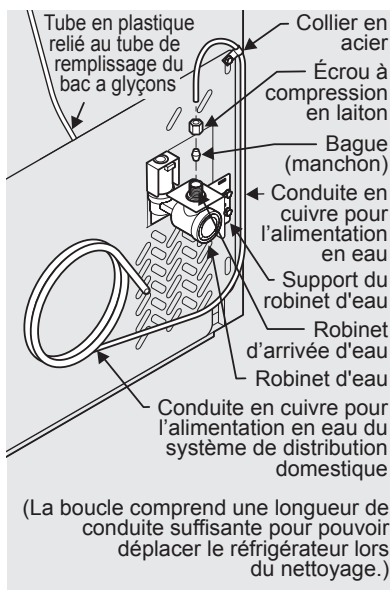

Figure 1
- 2 Mettez les capuchons d'extrémité de la poignée du congélateur sur les boulons à épaulement supérieurs et inférieurs préinstallés (A) qui sont fixés dans la porte, en vous assurant que les trous des vis de réglage sont vis-à-vis de la porte du réfrigérateur. (Reportez-vous à la figure 1.)
- 3 Tout en maintenant fermement la poignée contre la porte, fixez les vis de réglage Allen supérieures et inférieures (B) au moyen d'une clé hexagonale. (Reportez-vous à la figure 1.)
l'entrée du robinet de prise d'eau aussi loin que possible (6,4 mm / ¼ po). Glissez la bague d'extrémité (manchon) dans l'entrée du robinet et serrez l'écrou de compression à la main dans le robinet. Serrez d'un autre demi tour avec une clé; NE PAS serrer trop fort. Voir Figure 1.